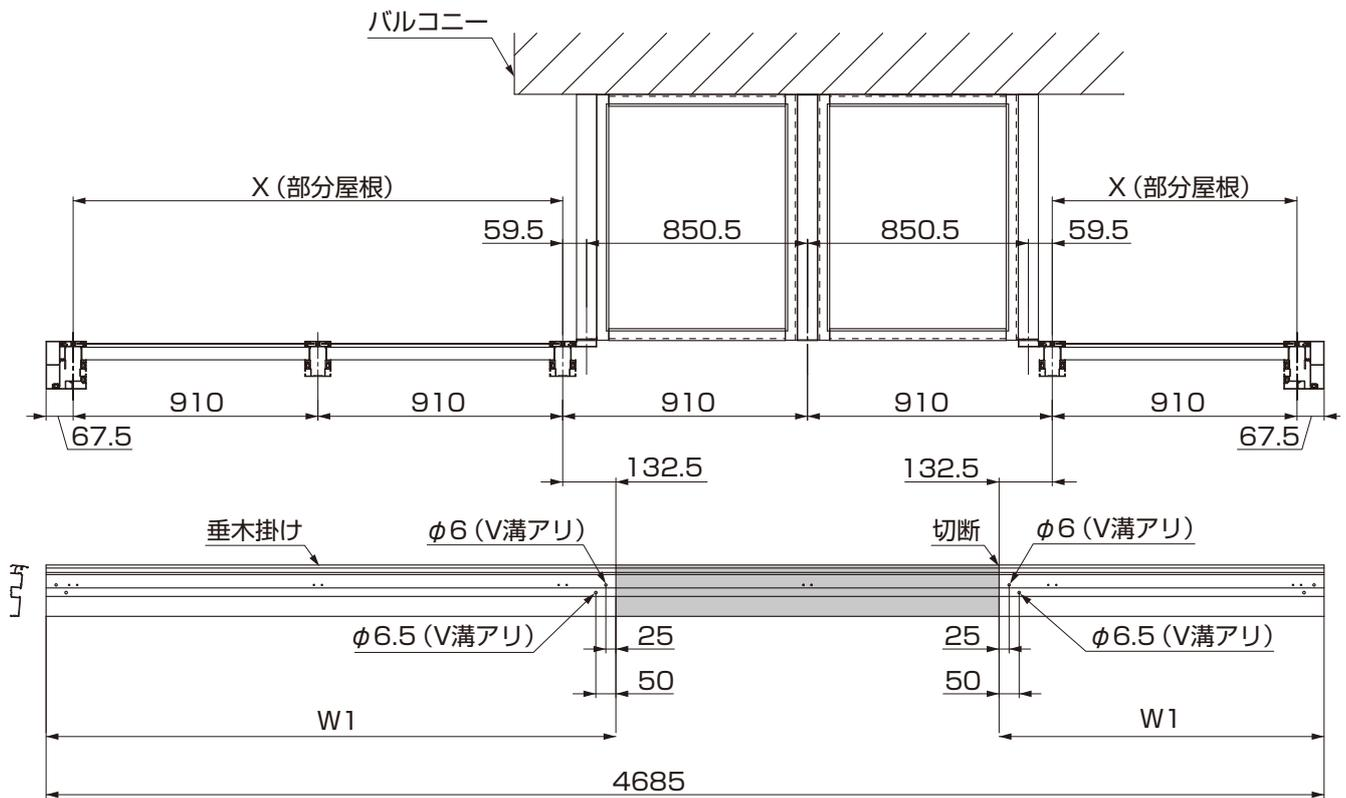

図6-1
①施工する各タイプの基本寸法を確認して、バルコニー下にくる垂木掛けを図6-1、表6-1を参照して加工してください。